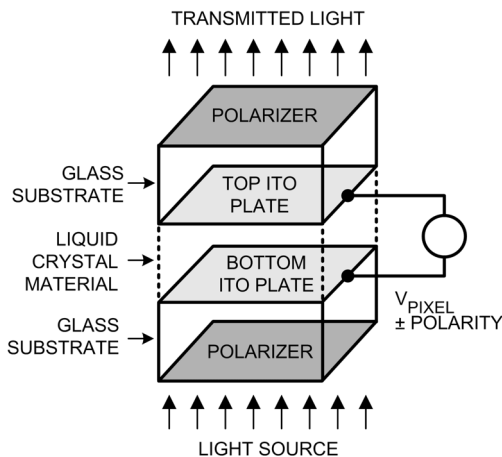

FIGURE 1. Individual LCD Pixel
オペアンプ・アプリケーションの理解を深めるために、TFT ディスプレイの動作原理について最初に触れておきます。Figure 1 は LCD パネルを簡略化した図です。各ピクセルのトップ・プレートとボトム・プレートは、光学的には透明で電気的には導電性を持つインジウム=スズ酸化物 (ITO) で構成されています。ITO 膜は TFT ディスプレイの前面および背面となる 2 枚のガラス基板の内側に形成されています。2 枚の ITO プレートの間には、プレート間に印加された電圧 (V_{PIXEL}) の大きさによって光の偏光量を変化させる絶縁物質 (液晶) が挟まれています。2 枚のガラス基板の外側には偏光板が置かれ、液晶との組合せによって、ディスプレイの背面から前面に向けて照射される光の量を調整するフィルタを構成します。ピクセルのボトム・プレートは光源が配置されるディスプレイの裏側に位置し、トップ・プレートはユーザー側となる前面に位置します。TFT ディスプレイで一般的なツイステッド・ネマチック (TN) 液晶を使用したディスプレイでは、ピクセルに印加される V_{PIXEL} が $\pm 0.5V$ 未満のときに透明となり多くの光量を背面から前面に伝え、 V_{PIXEL} が正か負のいずれかに高くなるにつれて不透明になっていきます。要するに、LCD ピクセルはコンデンサのような形態をしており、 V_{PIXEL} の変化によって光量の透過を制御します。